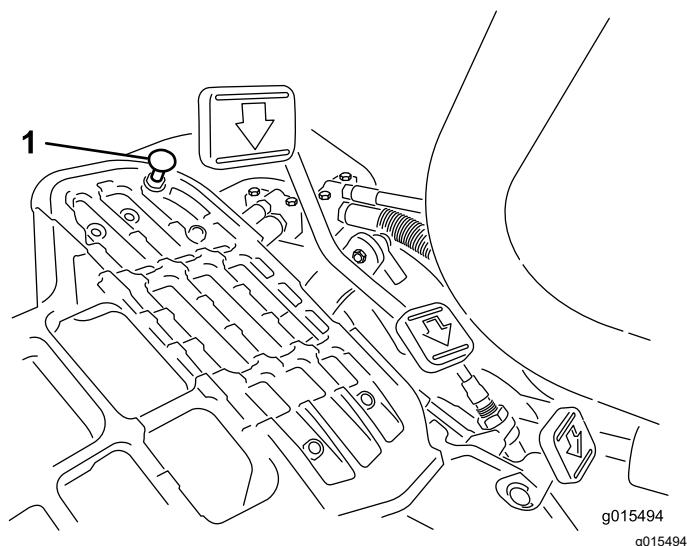

図 45
モードレバーを移動走行位置にセットし、ペダルを一杯に踏み込めば最高速度となります。ケーブルに張力が掛かる前にペダルがストップ 図 45 に当たる場合には調整が必要です。
1. モードレバーを移動走行位置にセットし、ペダルストップを固定しているロックナットをゆるめる図 45。